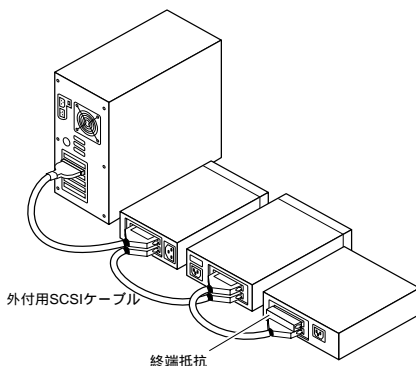

図2.外付用SCSIデバイスのデ이지チェーン接続
- 4 他の外付用SCSIデバイスを接続する場合は、それぞれのデバイスを1つ前のデバイスに接続し、すべての外付用SCSIデバイスを接続するまで、デ이지チェーン状に接続を繰り返します（図2を参照）。